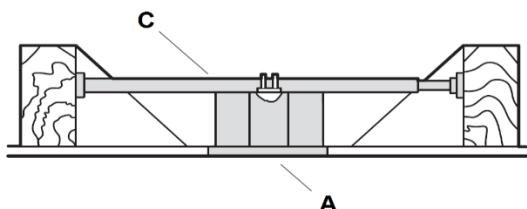

Fig. 4
Para colgar su ventilador donde ya existe una luminaria pero no hay una viga de techo, es posible que necesite instalar una barra para colgar (C), como se ilustra en la **Fig. 4**. Asegúrese de que la barra de colgado que compre se haya diseñado para utilizarse con ventiladores de techo.